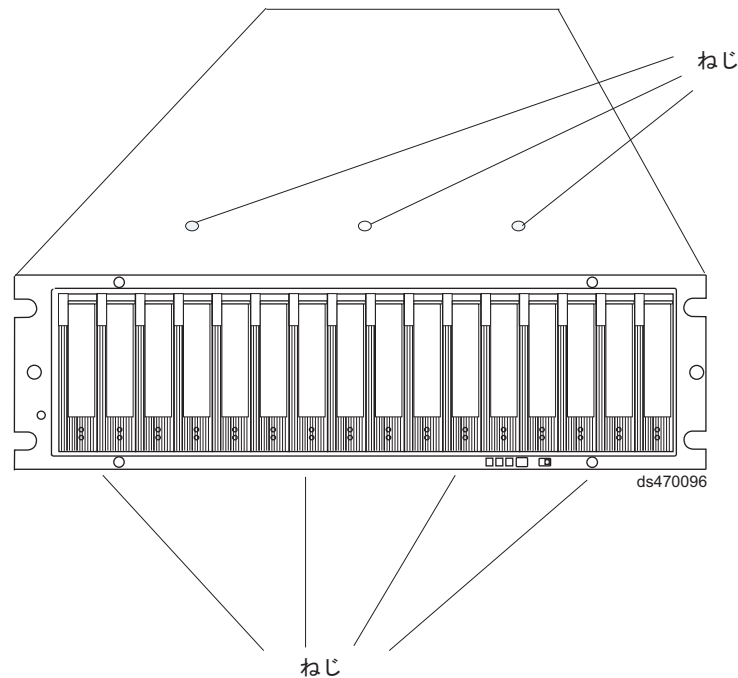

図 40. シャーシの上部および下部をフレームに対して保持するねじ
13. ラックの前面からシャーシを引き出して、ラックから取り外します。水平面に置きます。 107 ページの図 40 に示すように、シャーシの上部に 3 つ、シャーシの下部に 4 つ並んでいるプラスねじを見つけます。 #1 プラスねじ回しを使用して、この 7 つのプラスねじを外します。ねじを保管します。
18. 図 40 に示すように、前面ケージ・フレームを EXP520 シャーシに対して保持する 7 つのプラスねじ (ステップ 13 (106 ページ) で取り外したものの、上部 3 つ、下部 4 つ) を取り付けます。